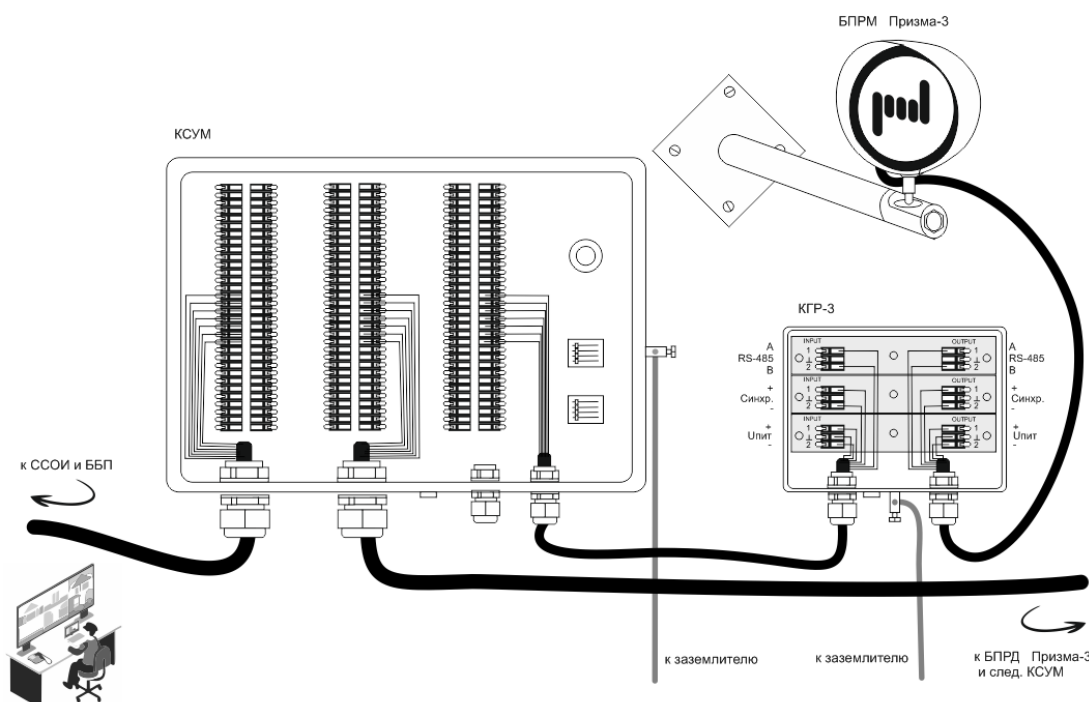

Рис. 1
- 1) Схемой подключения грозозащиты, например, для защиты самих абонентов (извещателей), когда КГР устанавливается на ответвлении от длинного кроссового кабеля, необходим КГР с двумя гермовводами (см. рис. 1); количество защищаемых пар при этом определяет количество установленных модулей ГР-2 и, соответственно, номер КГР (КГР-N); для абонентов (извещателей), потребляющих по линии питания незначительный ток, достаточными будут модули ГР-2С.